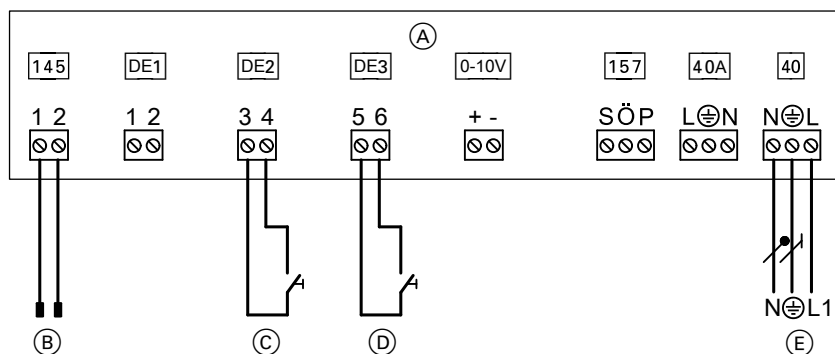

Abb. 56
- An Erweiterung EA1 gemäß Abb. 56